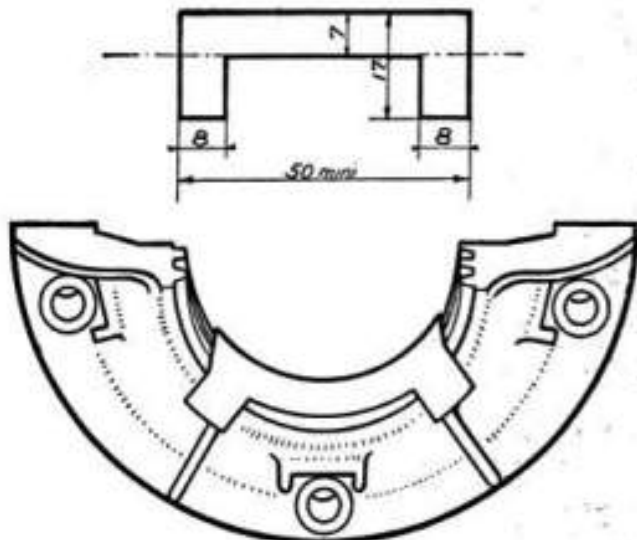

Fig. 1.
- Découper, dans du clinquant de 5/100, deux cales comme indiqué figure 1 et deux autres cales de même forme dans du clinquant de 1/10.
- Présenter la coquille supérieure sur le carter cylindre en intercalant entre le vilebrequin et les filets de la coquille une cale clinquant de 1/10 mm préparée comme indiqué plus haut (voir fig. 1).
- Présenter la coquille inférieure sur le chapeau de palier en intercalant entre le vilebrequin et les filets de la coquille une cale de clinquant de 1/10 mm préparée comme indiqué plus haut (voir fig. 1).
Fig. 1 bis. — Schéma de calage de la distribution.
ligne avec le régleur ; dans le 2^e cas, le repère doit être décalé sur la droite de cette ligne, de manière à ce que ce soit l'entre-dent suivant qui coïncide avec elle (voir fig. 1 bis).